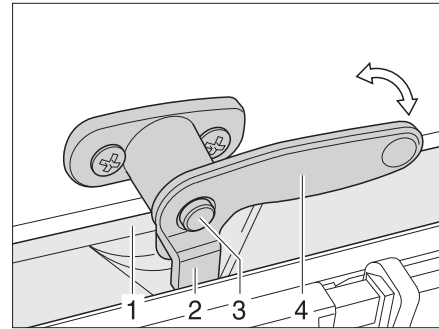

Fig. 74 Palanca de bloqueo con botón de seguridad en posición "cerrado"
- Caso disponible, presionar y mantener presionado el botón de seguridad (Fig. 74,3).